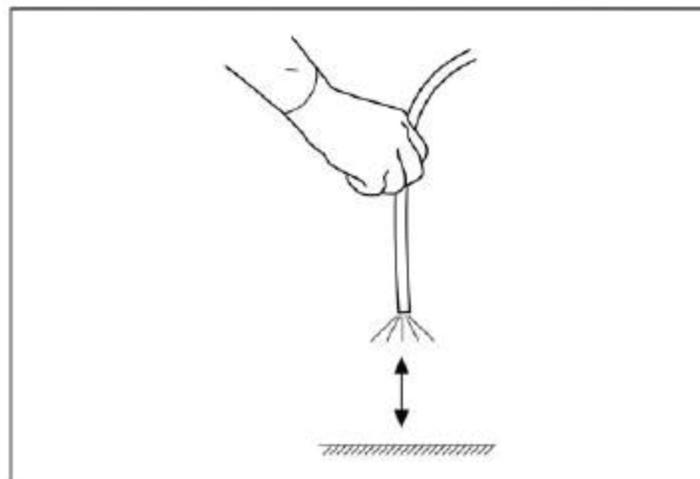

Fig. 3.3
3. Pointez l'extrémité distale de l'endoscope vers un objet approprié et éloignez-vous de 1 cm à 6 cm de l'objet. Confirmez que la luminosité de l'image à l'écran reste constante. (Fig. 3.3)